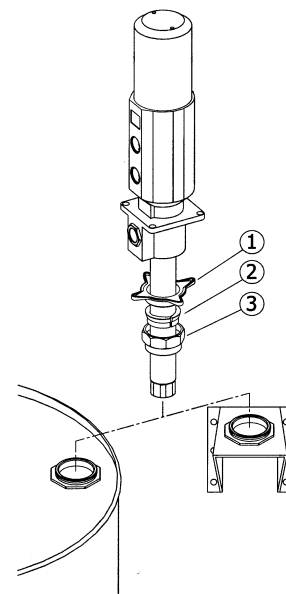

Fig. 2
These pumps can be mounted directly on drums, tanks, or on a wall bracket fitted with a 2" bung (Fig 2). Loosen the star nut (1) of the bung adaptor to remove the inferior nut (3), and screw this into the 2" bung opening of the drum or bracket. Place the star nut (1) and the inside part (2) on the suction tube. Introduce the pump through the opening and fasten the assembly at the desired height by tightening the star nut (1).
Las bombas pueden ser montadas directamente sobre bidones, cisternas o sobre un soporte mural que dispongan de rosca 2" BSP H (Fig. 2). Afloje la tuerca en estrella (1) del adaptador para extraer la parte inferior del mismo (2) y rosca en el brocal de 2" del bidón o del soporte. Coloque la tuerca en estrella (1) y la mordaza (2) del adaptador en el tubo, introduzca la bomba por el brocal y apriete el conjunto a la altura deseada.